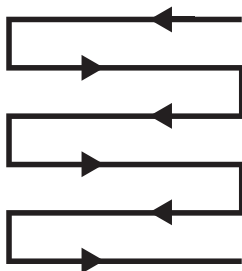

Fig.27
- > Les lignes doivent se recouper légèrement. La méthode la plus efficace consiste à suivre des lignes parallèles dont chacune recoupe légèrement la précédente. Cela permet d'assurer que le travail est homogène et qu'aucune partie de la pelouse n'est oubliée. (Fig.27).